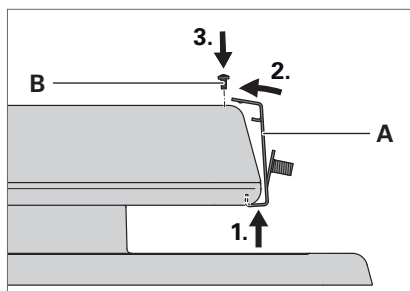

Fig. 8: Montaggio della lamiera di supporto.
- Agganciare una lamiera di supporto **A** dal basso a un lato dell'apparecchio d'illuminazione e premerla in alto contro l'apparecchio fino a quando non scatta, vedi Fig. 8.